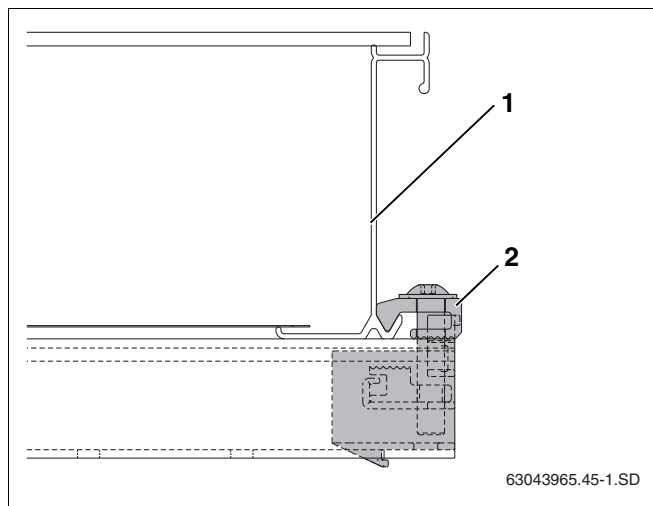

Fig. 47 Tensor de colector unilateral roscado
- Empurrar cuidadosamente o colector (fig. 47, **item 1**) para o tensor de colector unilateral e alinhar na horizontal.
- Aparafusar o retentor de colector unilateral com a chave SW5 (fig. 47, **item 2**).
O grupo de fixação (fig. 47, **item 2**) do tensor do colector agarra agora o bordo inferior do colector.